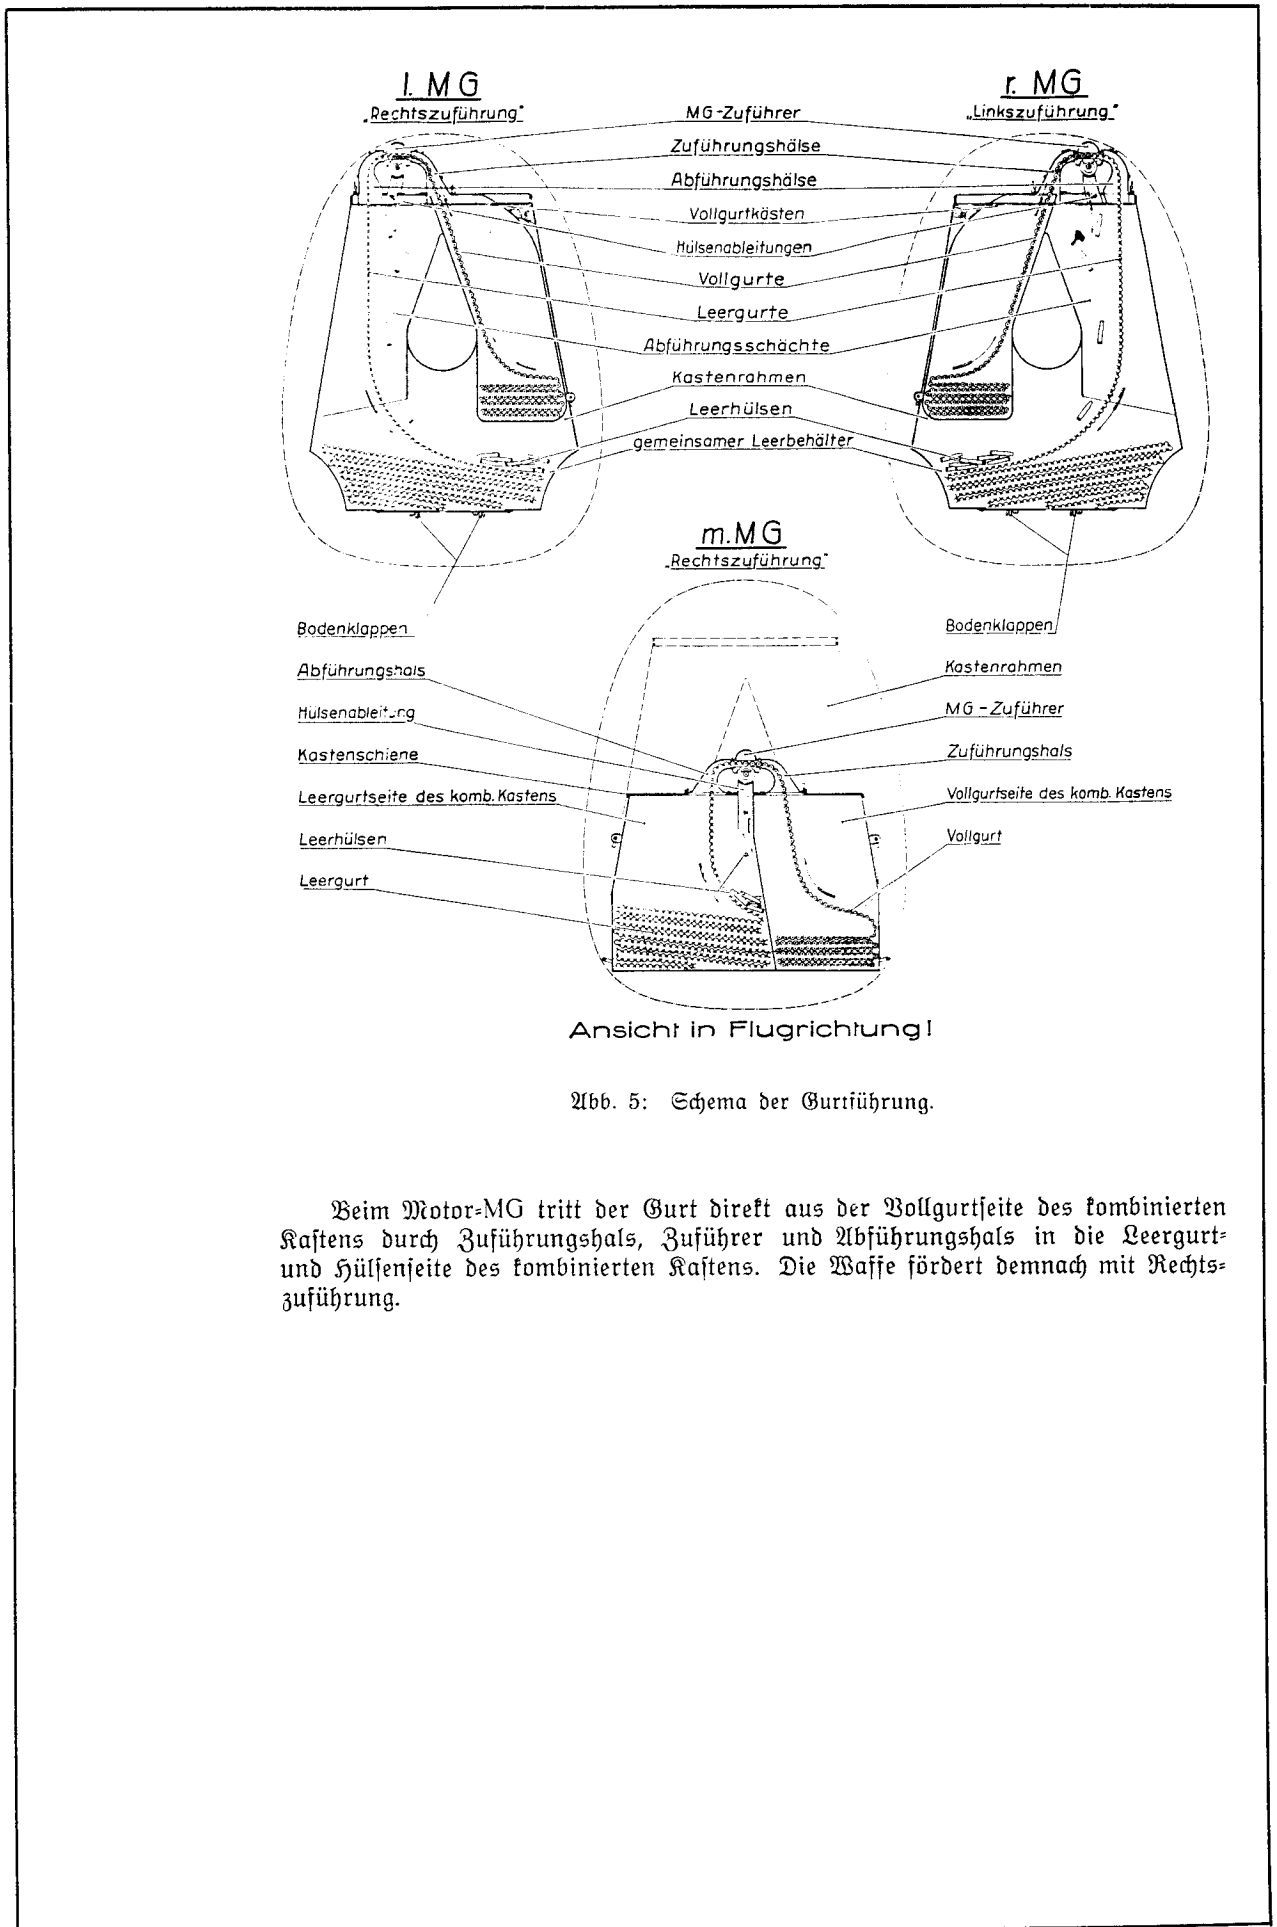

Abb. 5: Schema der Gurttführung.
Kästen (Abb. 5)
Hälse (Abb. 5)
Der aus Duralblechen zusammengenietete Kastenrahmen (14) dient zur Aufnahme der Vollgurtkästen (20, 21) und des kombinierten Kastens (19), zur Ableitung der Leergurte und Hülsen aus den gesteuert schießenden MG (1, 2) und mit seinem als Leerbehälter ausgebildeten Unterteil zur Aufnahme dieser Gurte und Hülsen (s. auch Abb. 5).